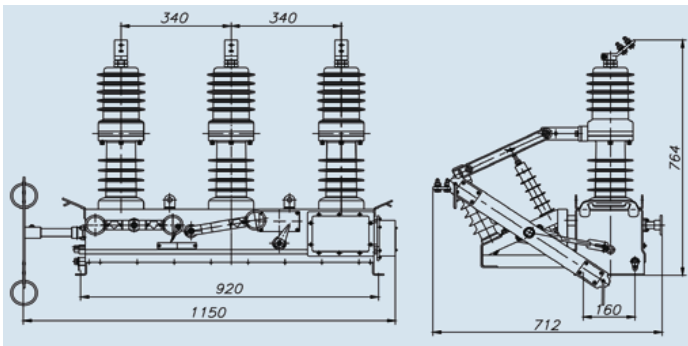

Рис. 6.4 Выключатель с разъединителем
6.4 Выключатель с разъединителем (см. рис. 6.4)